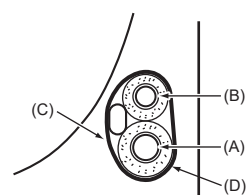

Fig. 4-5
- (A) Kølerør på bygningssiden
- (B) Kølerør på enhedssiden
4.5.1. Opbevaring i enhedens rørføringsområde (Fig. 4-5)
- (A) Gasrør
- (B) Væskerør
- (C) Indendørs/udendørs forbindelseskabel
- (D) Filtband (3)